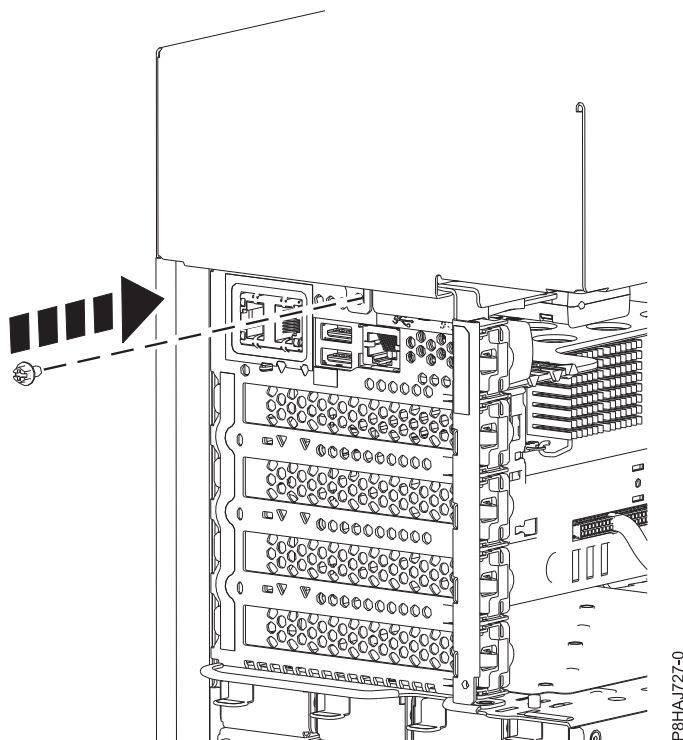

Figura 21. Instalar o parafuso da tampa lateral de 8286-41A
5. Instale o parafuso da tampa lateral com uma chave de fendas Phillips, conforme demonstrado em Figura 21 na página 40.